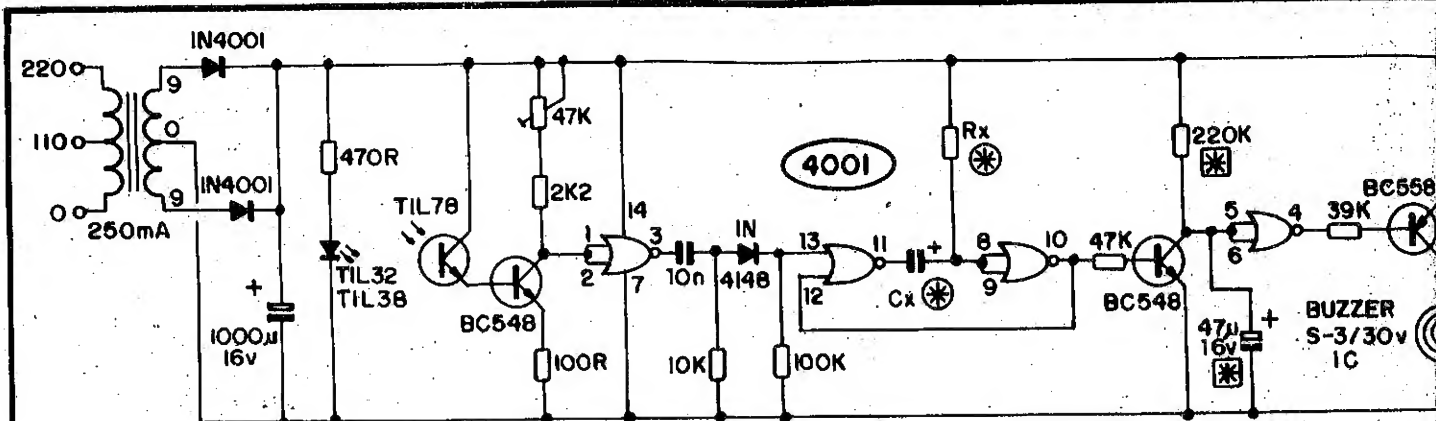

Fig.1
- FIG. 1 - O CIRCUITO - Sem nenhuma "figurinha difícil" em termos de componentes, o arranjo circuitual do ANARO é uma verdadeira obra prima de simplicidade com eficiência: uma fonte própria, convencional, alimenta o circuito com transformador (secundário de 9-0-9V x 250mA), diodos (1N4001) de retificação e capacitor eletrolítico de "armazenamento" e filtragem (1000u - 16V). O sistema de sensoramento, "sem contato físico", é feito por métodos opto-eletrônicos: um LED (diodo emissor de luz) infra-vermelho, tipo TIL32 ou TIL38, protegido por resistor de 470R, funciona como "emissor de feixe", enquanto que um foto-transistor tipo TIL78 trabalha na "recepção" do reflexo luminoso invisível (mais detalhes da parte puramente ótica, no final...). O TIL78 está arranjado em Darlington com um transistor "universal", BC548, de modo a obter-se o maior ganho possível, assegurando a sensibilidade do sistema... "Carregado" em emissor por um resistor de 100R, e em coletor por um conjunto formado de resistor fixo de 2K2 e trim-pot de 47K (através do qual a sensibilidade pode ser ajustada exatamente para as